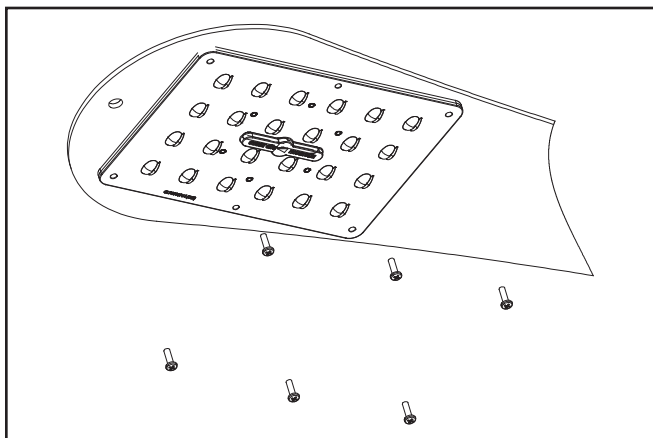

Figure 1.
1. Retirez les six vis de chaque panneau d'optiques. (Figure 1)